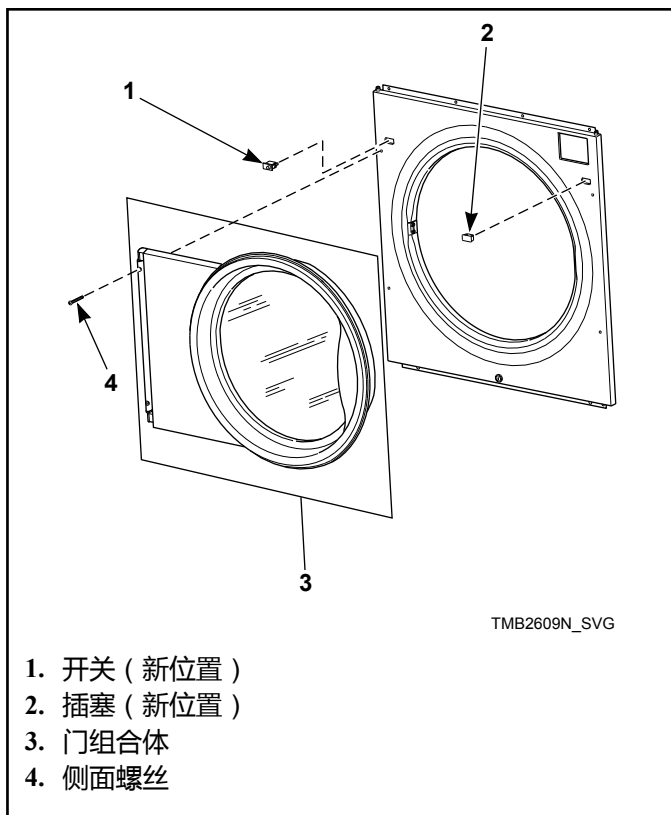

图 11
9. 将前面板放在机器上，将四颗底部螺丝松散地装上。将门开关线束与在新位置上的开关相连。安装门组合体和松散地装上四颗前面板侧面螺丝。参见图 11。